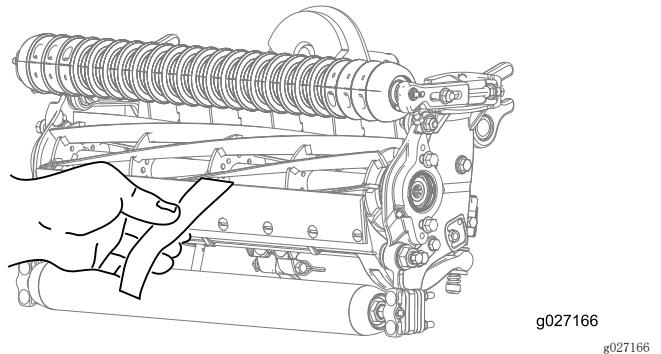

图10
12. 在滚刀与底刀间插入一长条 Toro 剪切性能纸，纸要与底刀垂直，检测剪切性能（图10）。缓慢向前旋转滚刀；滚刀应剪切检测纸。